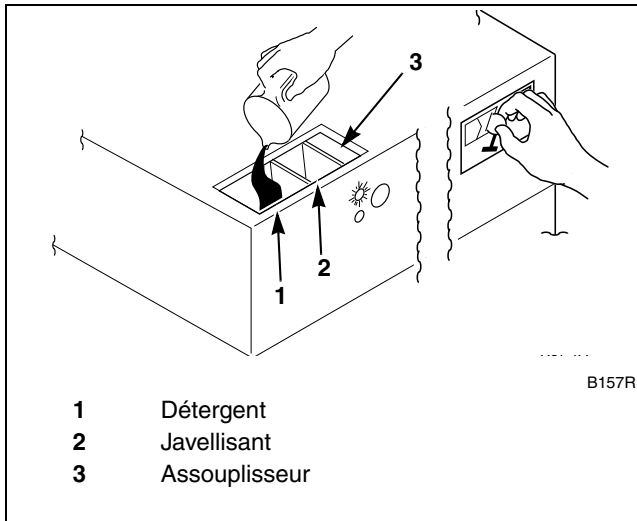

Figure 40
7. Verser les produits liquides ou en poudre dans le distributeur de produits. Se reporter à la *Figure 40*.